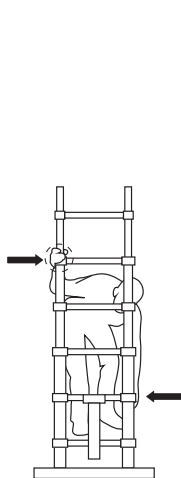

Fig. 5
3. Coloque los pulgares sobre el mecanismo de desbloqueo del segundo escalón desde la parte inferior (Fig. 5). En función del modelo que utilice, presione el mecanismo de desbloqueo o empujelo hacia arriba para desbloquear la escalera (Diagrama 3).